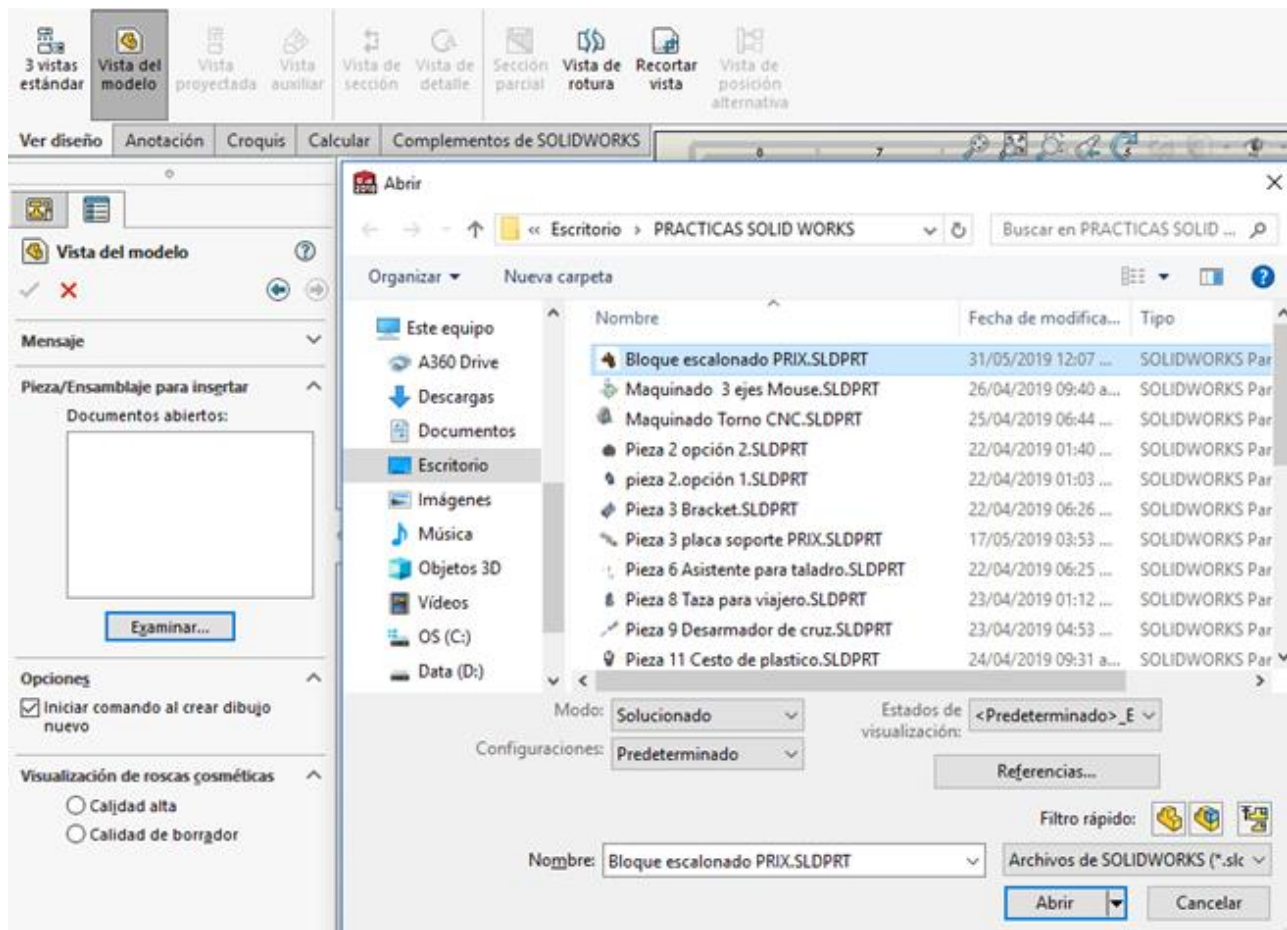

Figura 1.22 Seleccionar dibujo
- Seleccione el dibujo indicado por el instructor, y clic en abrir. (ver figura 1.22)